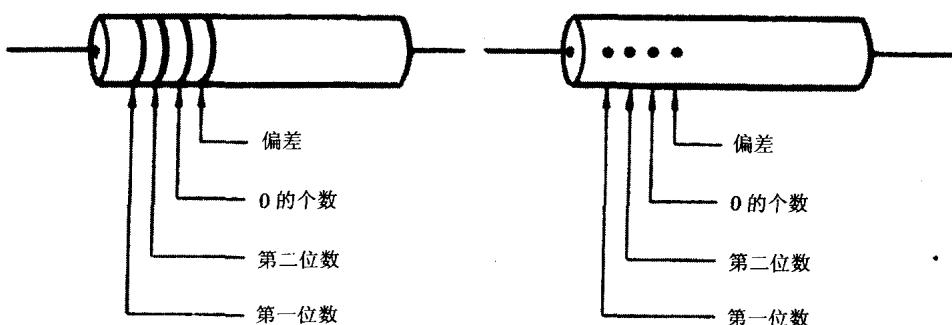

图 1-2 色标电阻器的标记
(1) 标称阻值。即电阻器表面所标的阻值。阻值有两种标示方法，一种是直接用数字标出，体积小的电阻器则用色环或色点表示阻值。色环色点标示法的规则(又称色码标示法)见表 1-3 所列。色标电阻器的标记如图 1-2 所示。